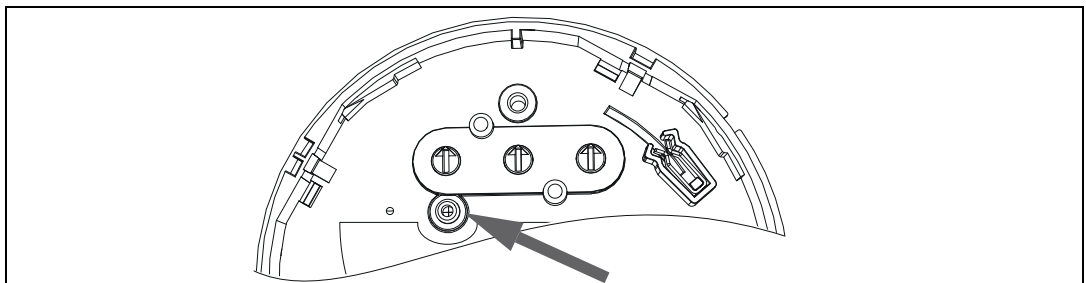

Figura 7.1
- Para limpar a câmara, use ar comprimido limpo. Coloque a válvula do tubo ou da agulha na parte de baixo do detector e jateie ar a uma pressão máxima de 6 bar (consulte *Figura 7.1*)